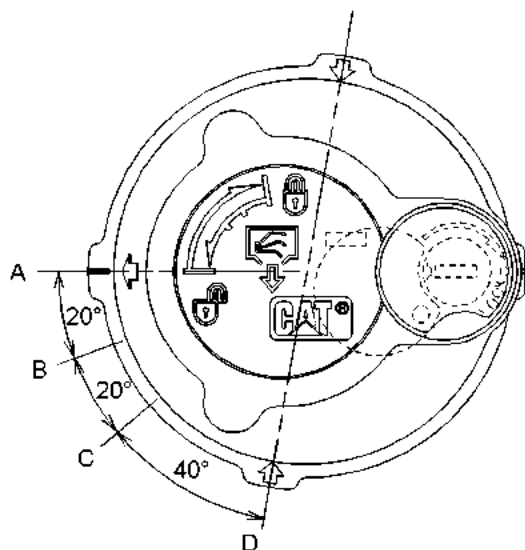

Ilustración 430
- (A) Posición TRABADA
- (B) Posición ALIVIO DE PRESIÓN - ARRANQUE
- (C) Posición ALIVIO DE PRESIÓN - FINALIZAR
- (D) Posición ABIERTA
3. Suelte la presión que puede haber en el circuito hidráulico de retorno con el siguiente procedimiento. Consulte la Ilustración 430 para ver las posiciones de la tapa del tubo de llenado.
- a. Gire la tapa del tubo de llenado hacia la izquierda, sin aplicar fuerza hacia abajo, y mueva la flecha de la posición (A) a la posición (B).
- b. Suelte la presión durante un mínimo de 45 segundos moviendo la flecha de la posición (B) a la posición (C).
- c. Empuje el centro de la tapa del tubo de llenado hacia abajo. Sin inclinar la tapa del tubo de llenado, mueva la flecha de la posición (C) a la posición (D).
- e. Apriete la tapa del tubo de llenado del tanque hidráulico hasta la posición (A).